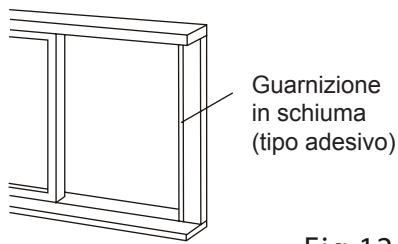

Fig.12
1. Tagliare la guarnizione in schiuma (tipo adesivo) alla lunghezza adeguata e fissarla al telaio della finestra. Fig.12